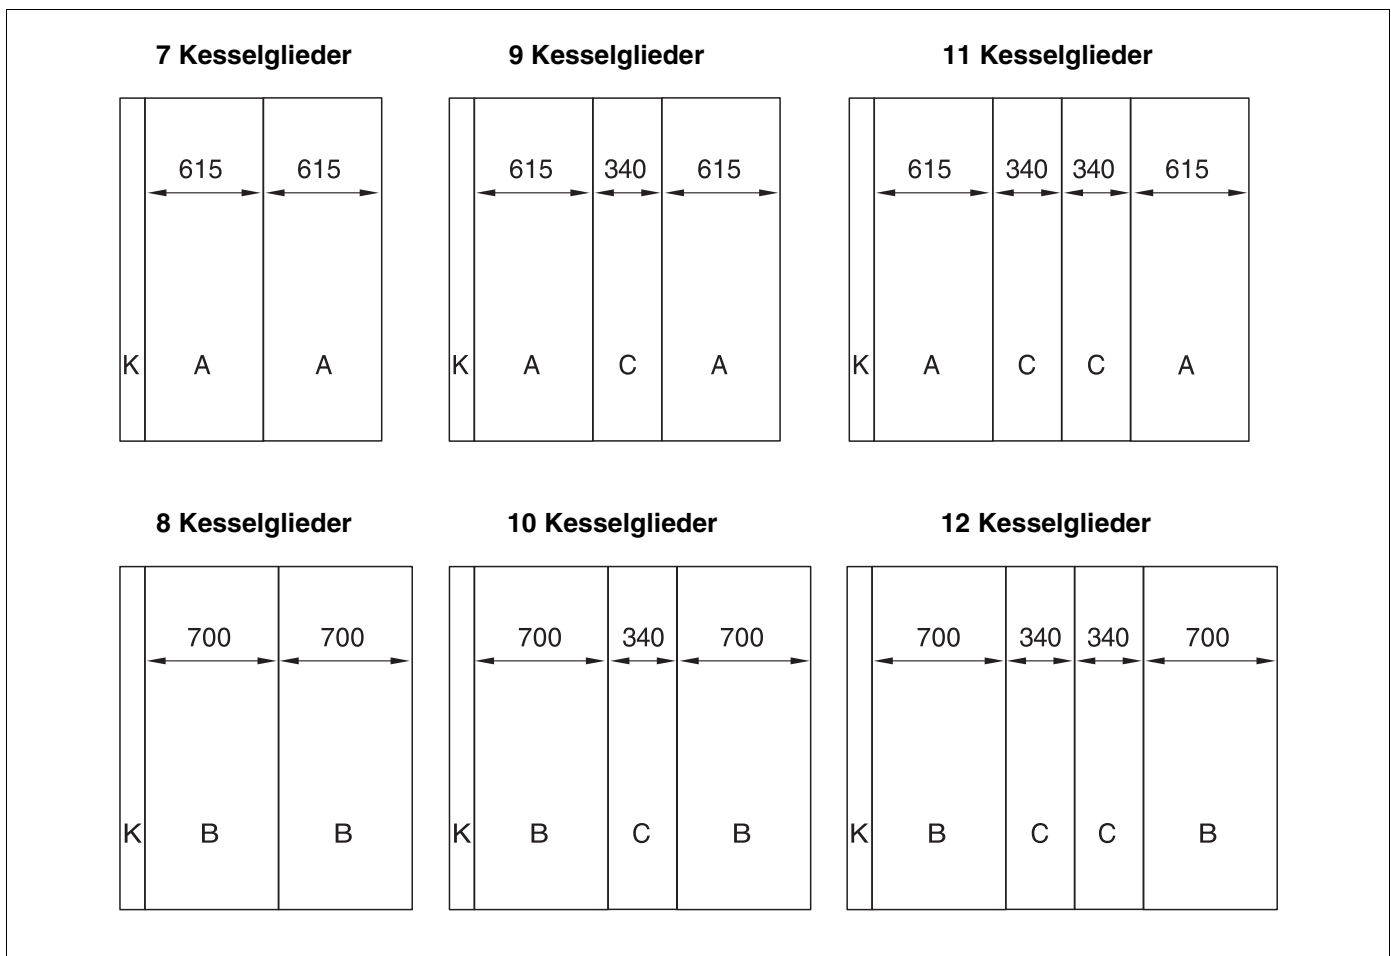

Abb. 48 Anordnung der Seitenwandteile bei den verschiedenen Kesselgrößen (Maße in mm)
- Montieren Sie alle Seitenwände gemäß dem Anordnungsplan (Abb. 48).